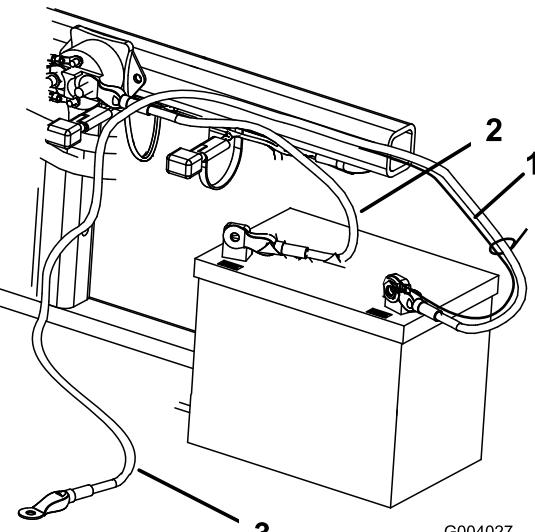

Figura 5
2. Fixe o cabo positivo (vermelho) ao terminal positivo (+) com um parafuso 1/4 x 5/8 pol. e uma porca de bloqueio (Figura 5).
3. Fixe o pequeno cabo preto e o cabo negativo (preto) ao terminal negativo (-) da bateria com um parafuso (1/4 x 5/8 pol.) e uma porca de bloqueio (1/4 polegada) (Figura 5).